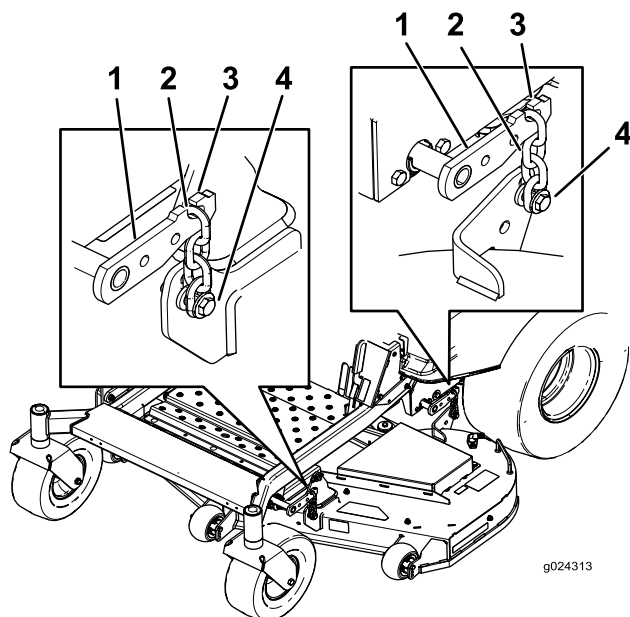

Figure 74
8. Détachez les chaînes des crochets sur les bras de levage du plateau (Figure 74).
6. Soulevez l'arrière du plateau de coupe et accrochez les chaînes aux bras de levage arrière (Figure 74).
7. Accrochez les chaînes avant aux bras de levage avant (Figure 74).